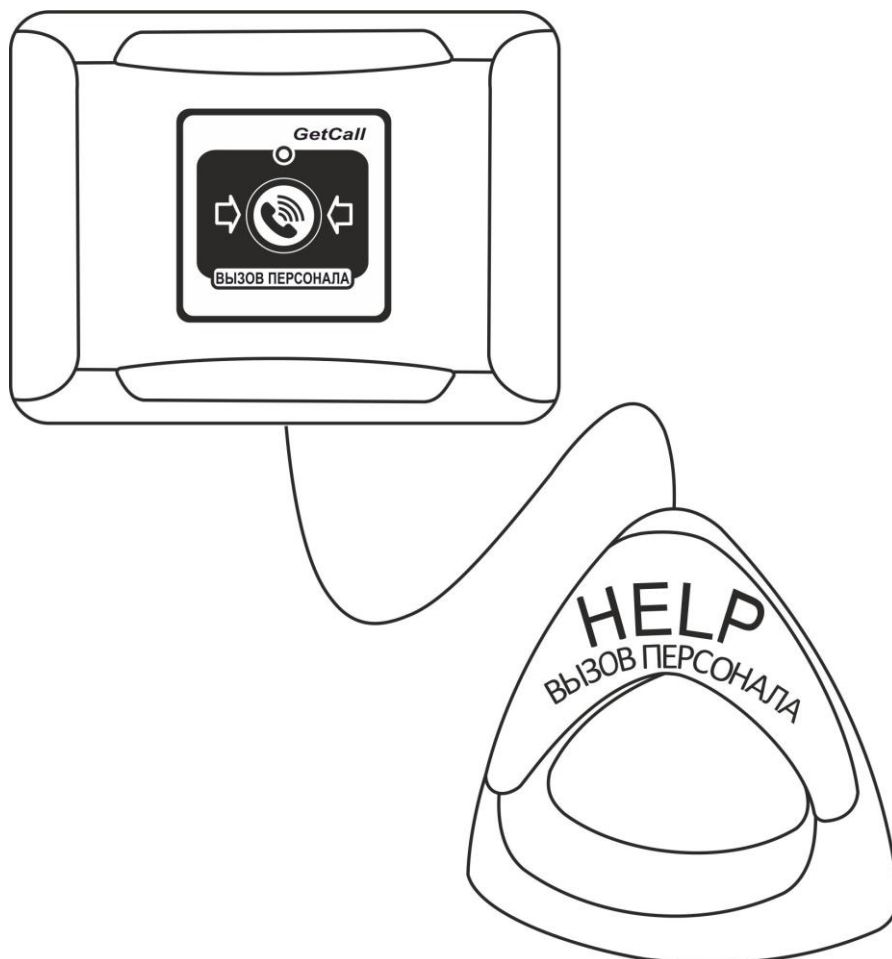

Рисунок 5.5. Влагозащищенная кнопка вызова со шнуром GC-0423W2
5. Влагозащищенная кнопка вызова со шнуром GC-0423W2 настенного крепления (рис.5.5). Кнопка вызова имеет влагозащищенность по группе IP44.